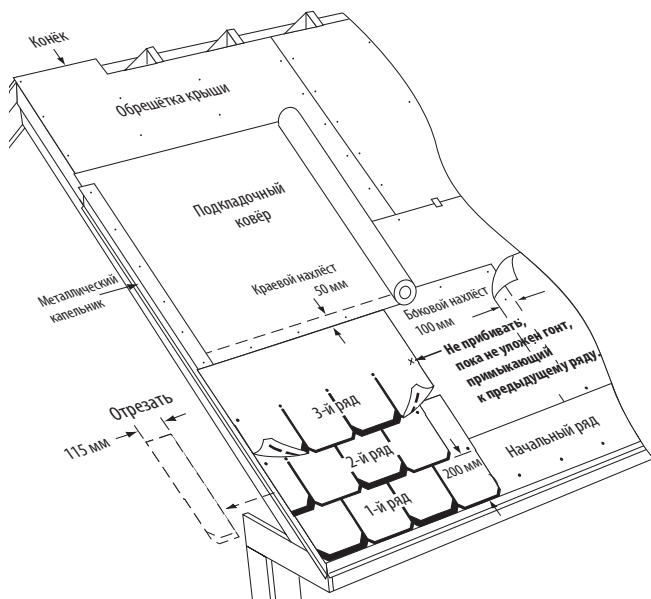

Рис. 16-9. Укладка первых трёх рядов на крышу со стандартным уклоном.
**1-Й РЯД:** В начале первого ряда уложите целый гонт в левом нижнем углу крыши. Расположите язычки вровень с левым и нижними краями начального ряда (Рис. 16-9).
**2-й РЯД:** Отрежьте 11,4 см от левого края целого гонта. Уложите получившийся большой кусок на гонт первого ряда, вровень с левым краем, оставив первый ряд открытым на 20,3 см. Отбейте вертикальные и горизонтальные меловые линии, как необходимо (Рис. 16-9). Убедитесь, что гонты выровнены надлежащим образом.